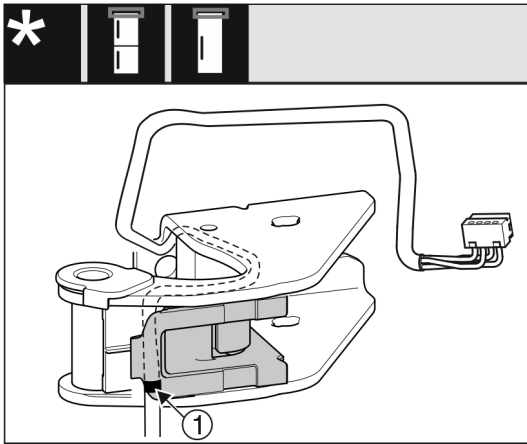

Fig. 28
- ▷ Keskimmäisen merkinnän on tällöin oltava johtopitimen reunassa Fig. 28 (1).